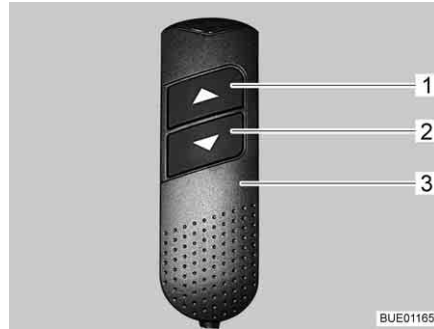

Bild 111 Handbedienteil
- Am Handbedienteil (Bild 111,3) Taste "▼" (Bild 111,2) drücken und gedrückt halten. Das Fußteil wird eingezogen. Die Kopfteile werden angehoben.
- Am Handbedienteil (Bild 111,3) die Taste "▲" (Bild 111,1) drücken und gedrückt halten. Das Fußteil wird ausgefahren. Die Kopfteile werden abgesenkt.
- Am Handbedienteil (Bild 111,3) die Tasten "▼" (Bild 111,2) bzw. "▲" (Bild 111,1) so lange drücken, bis die gewünschte Position erreicht ist.